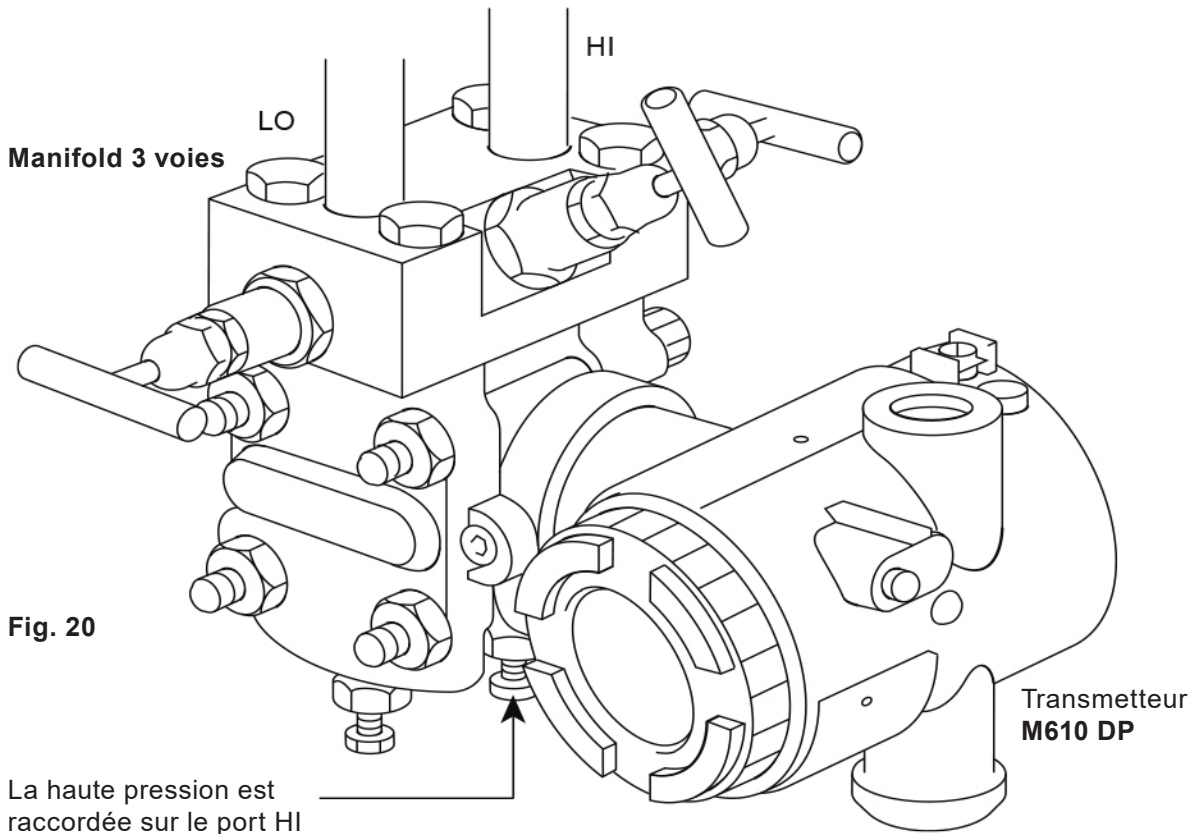

Fig. 20
- 7.2.8 En utilisant convenablement une pression étalon raccordée sur le port haute pression HI du transmetteur comme indiqué sur la Fig. 20, appliquer une pression correspondant à la pression de réglage de l'appareil. (Pour les ILVA, celle-ci est normalement réglée en usine à 498 mbar).